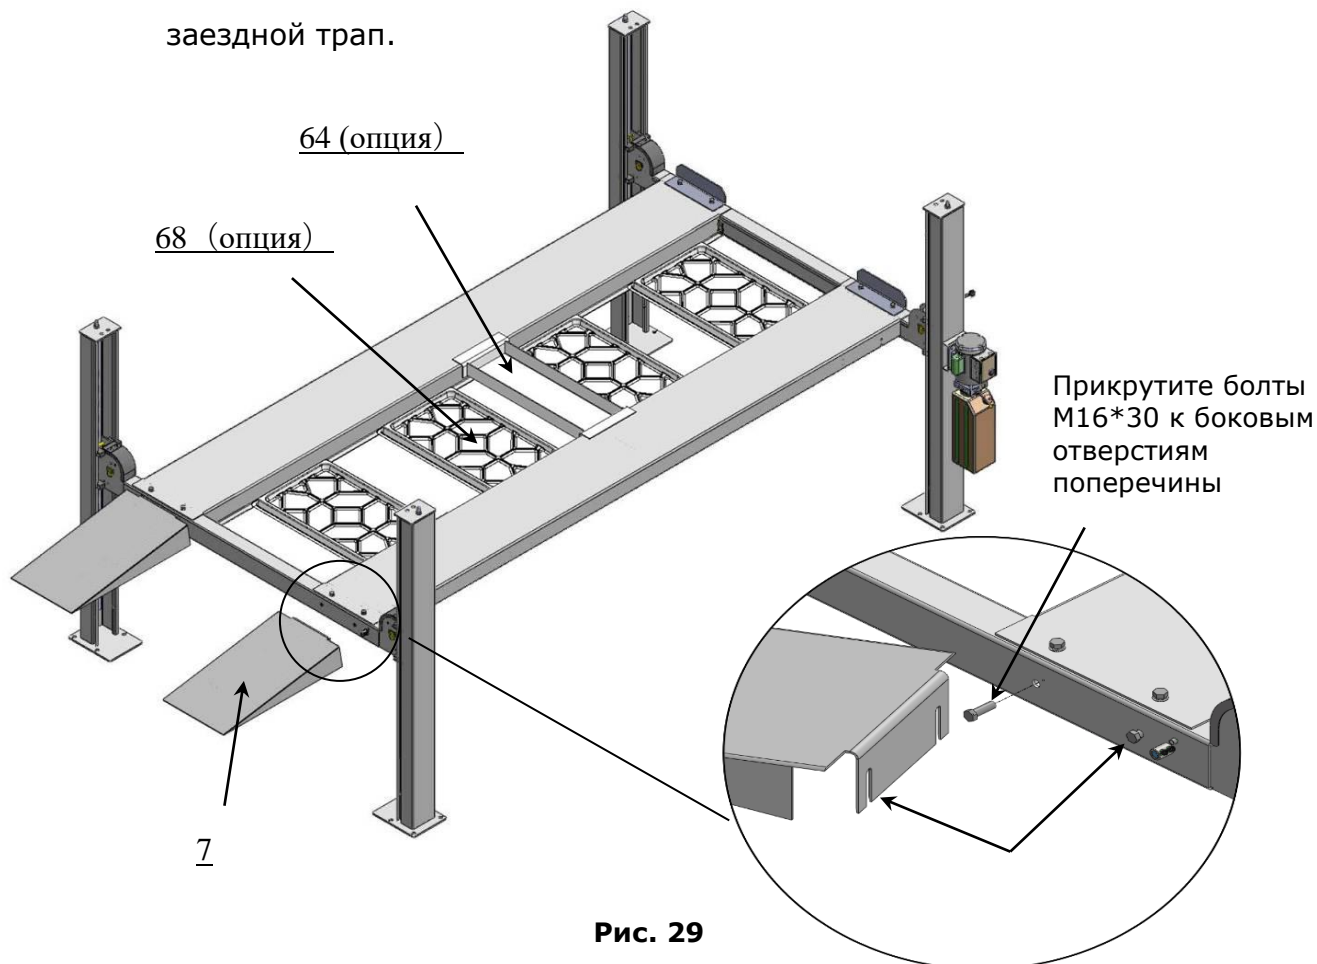

Рис. 29
**Н. Установка заездного трапа, опционального поддона и опциональных пластиковых масляных поддонов (См. Рис. 29).**